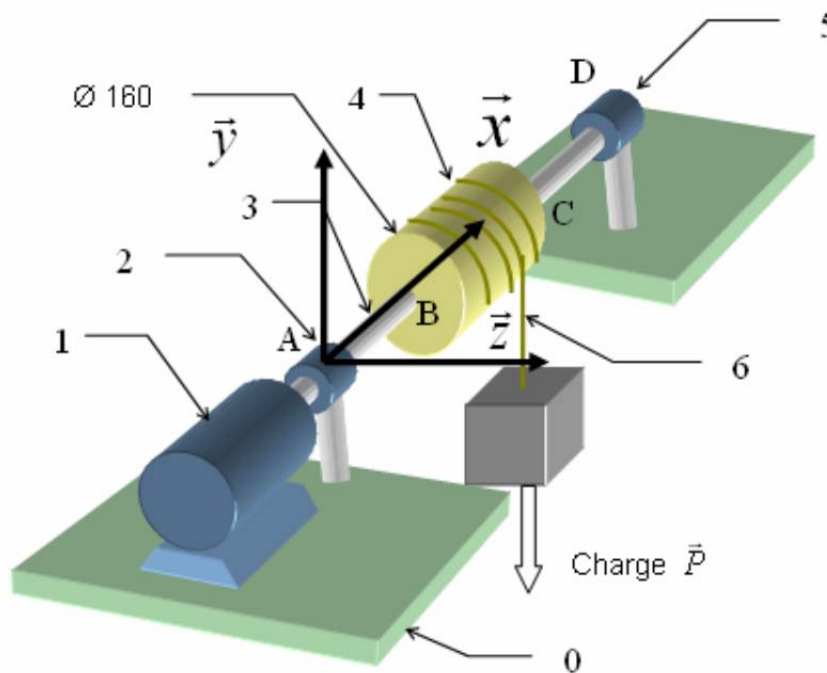

Figure 1
Un dispositif de levage (voir figure 1) est constitué d'un tambour (4) lié à l'arbre (3) actionné par un moto – réducteur (1). Lorsque le tambour tourne, le câble (6) s'enroule dans une rainure hélicoïdale et la charge s'élève. L'arbre (3) est guidé dans les carters (2) et (5) par deux roulements.